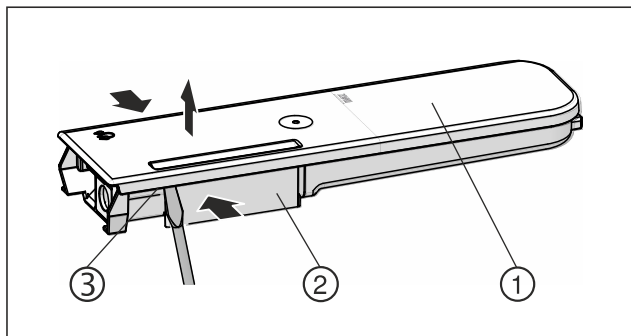

Fig. 128
- ▶ Rezervoar za vodo Fig. 128 (2) potisnite skupaj in pokrov Fig. 128 (1) previdno dvignite in povlecite navzgor nad zaklepne utore Fig. 128 (3).
- ▶ Pokrov Fig. 128 (1) narahlo potisnite v eno in drugo smer, nato ga odstranite s potiskom navzgor.